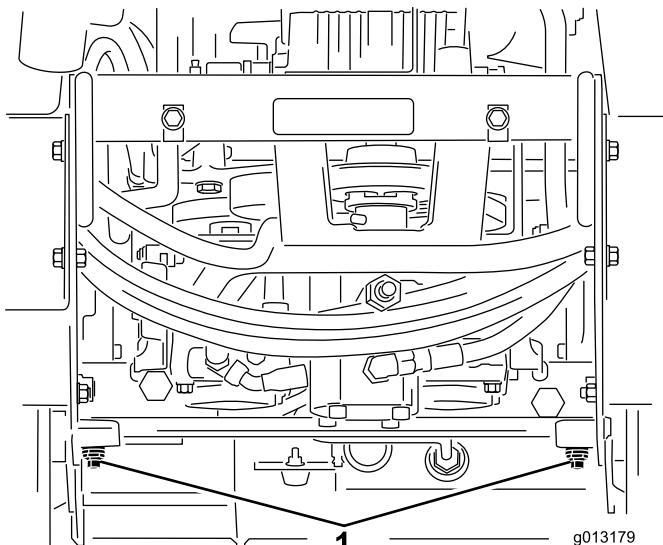

Figura 21
3. Utilizando uma chave de aperto, rode as válvulas de reboque nos motores hidráulicos duas vezes no sentido contrário ao dos ponteiros do relógio (Figura 21).